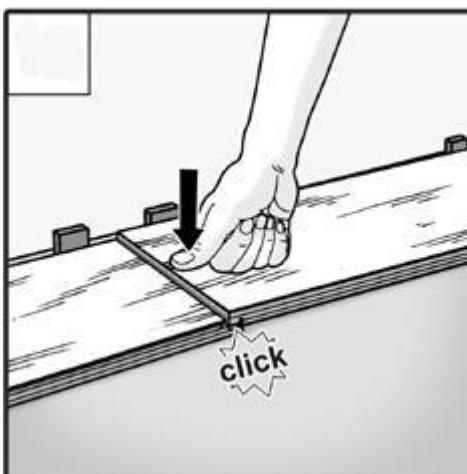

Рис. 4
**Второй ряд (и последующие ряды):** в начале второго ряда используйте отпиленную часть половицы, оставшуюся от первого ряда. Её длина должна быть не менее 30 см. Вторую доску соедините сначала по длинной стороне (с предыдущим рядом), затем слегка приподнимите доску от горизонтали (угол не более 20°), подведите ее к месту стыка по торцевой стороне, опустите сверху на замок соседней доски и легким нажатием руки сверху произведите окончательное соединение. (рис. 4).